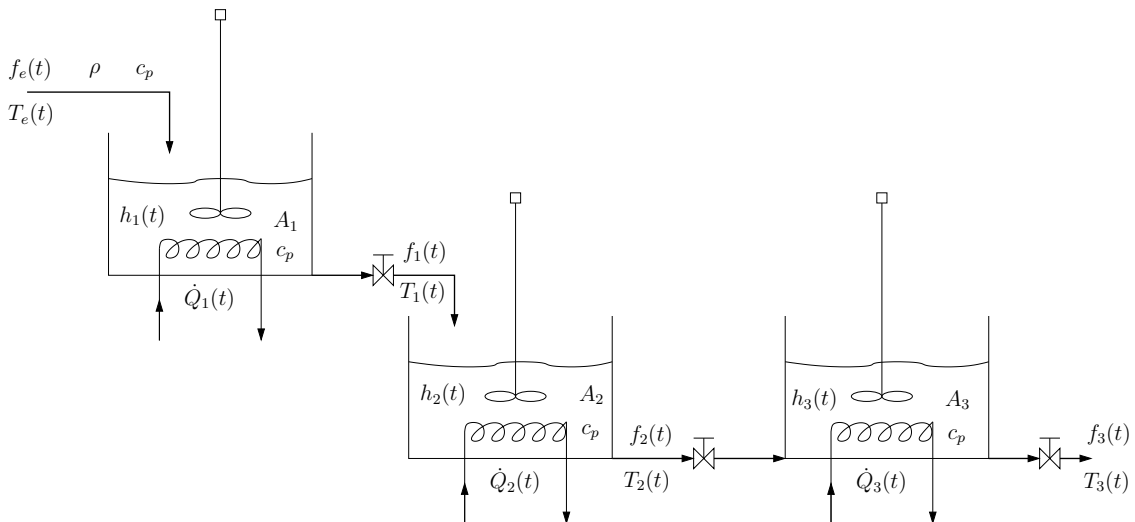

Figura 8: Tanques com aquecimento em série.
14. Desenvolva o modelo matemático (equações diferenciais) para o sistema de tanques com aquecimento mostrados na Figura 8. As densidade do fluido  $\rho$ , as capacidades caloríficas à pressão constante  $c_p$ , as áreas dos tanques  $A_1$ ,  $A_2$  e  $A_3$ . são constantes e conhecidas. O fluxo  $f_e(t)$  e a temperatura  $T_e(t)$  são determinados pelo ambiente externo. Os demais fluxos,  $f_1(t)$ ,  $f_2(t)$  e  $f_3(t)$ , são proporcionais às correspondentes pressões hidrostáticas da coluna de líquido (considere os coeficientes de vazão  $C_{v_1}$ ,  $C_{v_2}$  e  $C_{v_3}$  para as válvulas respectivas aos fluxos  $f_1(t)$ ,  $f_2(t)$  e  $f_3(t)$ ). (Obs.: para este exemplo não é necessário encontrar as funções de transferência).